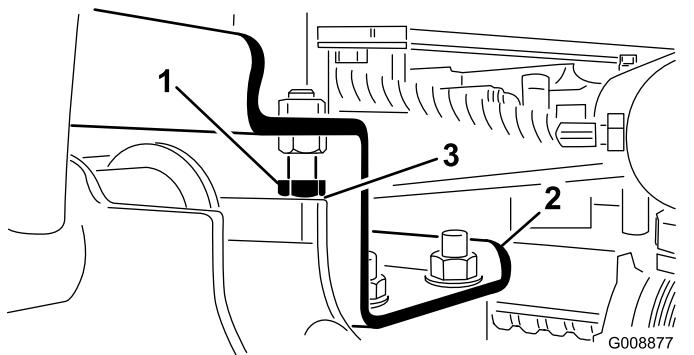

Figura 12
- A. Allentate i bulloni di arresto (Figura 12).
2. Verificate che il gioco tra ciascun braccio di sollevamento e il bullone di arresto sia di 0,13 a 1,02 mm (Figura 12). Se il gioco non rientra in questo campo, regolate il gioco dei bulloni di arresto.